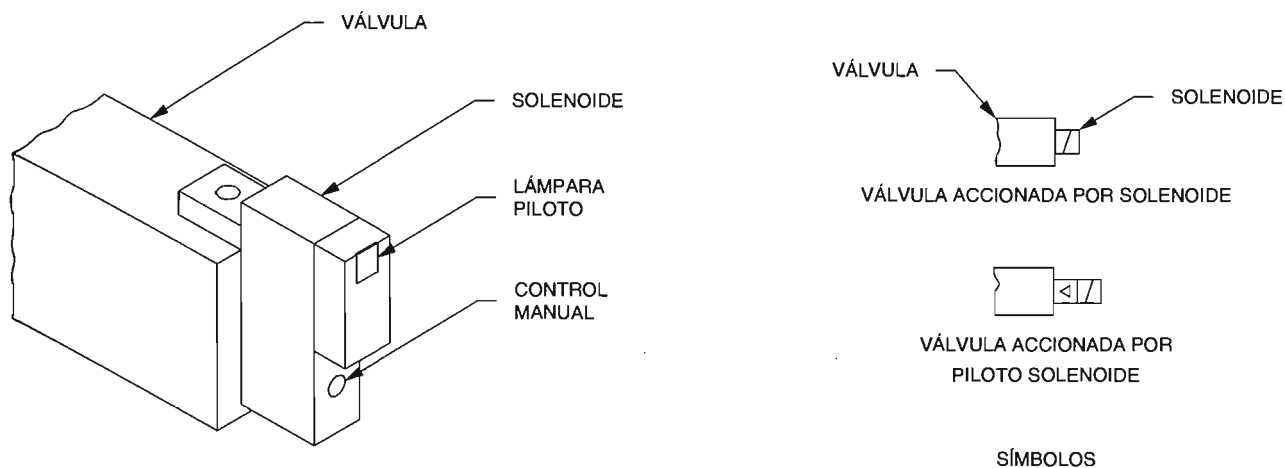

Figura 2-15. Solenoide de válvula direccional.
Como se muestra en la figura 2-15, los solenoides están equipados con una luz indicadora y un control manual que permite abrir la trayectoria de flujo sin energizar el solenoide.
- ☐ 5. ¿Está activada la lámpara piloto del solenoide SOL-A para indicar que el solenoide está energizado? Consulte la figura 2-15 si es necesario.
- ☐ 18. Desactive la Fuente de alimentación cc. Utilice un objeto punteado para operar el control manual en la válvula accionada por solenoide, consulte la figura 2-15 si es necesario. Libere cuidadosamente el botón dispositivo mientras observa la operación del cilindro. ¿Se extiende el cilindro mostrando que el dispositivo puede ser utilizado para operar el cilindro sin potencia eléctrica?